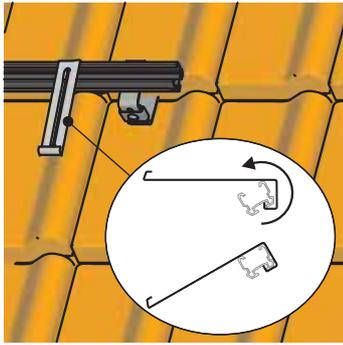
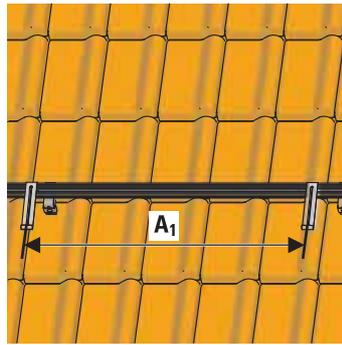

Figure 3-17 Montage des crochets de sécurité du panneau solaire
Figure 3-18 Positionnement des crochets de sécurité du panneau solaire
1. En respectant les écartements, suspendez les crochets de sécurité du capteur verticalement à la surface d'installation dans la rainure de guidage du profilé de montage inférieur, puis basculez vers le bas. Vous pouvez déplacer latéralement les crochets de sécurité après les avoir suspendus (voir Figure 3-17 et Figure 3-18).